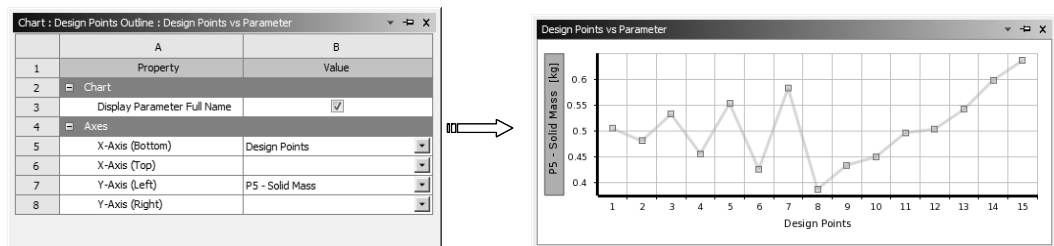

图 12-90 显示设计点与质量之间的关系
3) 在【Outline of Schematic C2: Design of Experiments】窗口中选择 A14 栏中的【Design Points vs Parameter】选项, 设置【Y-Axis (Left)】为 P5-Solid Mass, 显示设计点与质量之间的关系, 如图 12-90 所示。